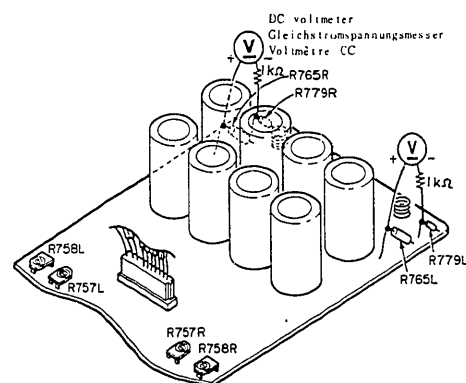

Fig. 7 Abb. 7
Connect the $\ominus$ side of a voltmeter to the test point shown in Fig. 7 via a 1 kohm resistance. With R757L, R and R758L, R at their leftmost positions, switch on the power and when at least 8 minutes have elapsed and R757L, R and R758L, R have been shifted separately to the semi-fixed center position, rotate semi-fixed resistor (1) at the side where the voltmeter pointer deflects in a clockwise direction (with the other semi-fixed resistor (2) at its leftmost position), and adjust the deflection of the DC voltmeter to 30 mV. Now rotate the other semi-fixed resistor (2) in the clockwise direction and adjust the voltmeter to 32 mV. Rotate the semi-fixed resistor (1), which was rotated first, in the clockwise direction and adjust to 33 mV. The method of adjustment is the same for the left and right channels.
Die Minusseite $\ominus$ eines Spannungsmessers über einen Widerstand von 1 kOhm mit dem in Abb. 7 gezeigten Testkontakt verbinden. R757L, R und R758L und R ganz nach links drehen, das Gerät einschalten und nach einem Minimum von acht Minuten und nachdem R757R, L und R758L, R einzeln in ihre Mittenstellung gebracht wurden, den einstellbaren Widerstand (1) in die Richtung drehen, in der Zeiger des Spannungsmessers nach links ausschlägt. Mit dem anderen einstellbaren Widerstand (2) in seiner ganz linken Stellung den Widerstand (1) so einstellen, daß die Nadel des Gleichstrom-Spannungsmessers auf 30 mV zeigt. Nun den einstellbaren Widerstand (2) nach rechts drehen, bis das Spannungsmeter 32 mV anzeigt. Anschließend den Widerstand (1) nochmals nach rechts drehen, bis die Nadel des Voltmeters auf 33 mV steht. Die Einstellmethoden sind für den rechten und den linken Kanal gleich.
Raccorder le côté $\ominus$ d'un voltmètre au point d'essai indiqué sur la Fig. 7 via une résistance de 1 kohm. Avec R757L, R et R758L, R à leur position extrême gauche, allumer l'alimentation électrique; après au moins 8 minutes, quand R757L, R et R758L, R se sont déplacés séparément vers la position centrale semi-fixe, faire tourner la résistance semi-fixe (1) vers